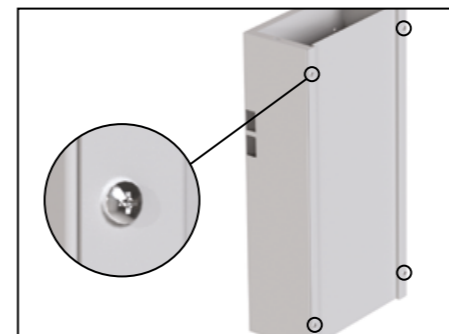
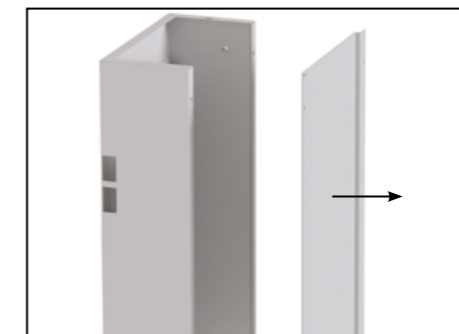

Рис. 36
Рис. 37
2.4. Извлечь короб верхний для КЭТ/КСС (4.2) из упаковки, вывернуть 4 (6 - для короба верхнего высотой 1100 мм) винта М4×16 (рис. 36) и снять панель фасадную (рис. 37). Винты сохранить.